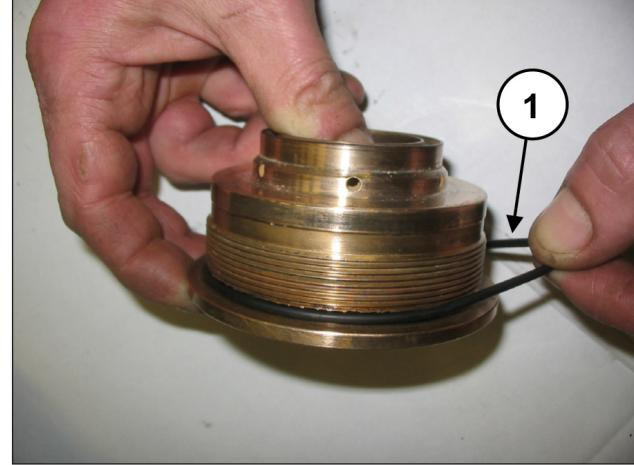

Рис. 153
Установите уплотнительное кольцо O-ring в гнездо на опоре для уплотнений (поз. ①, Рис. 153).